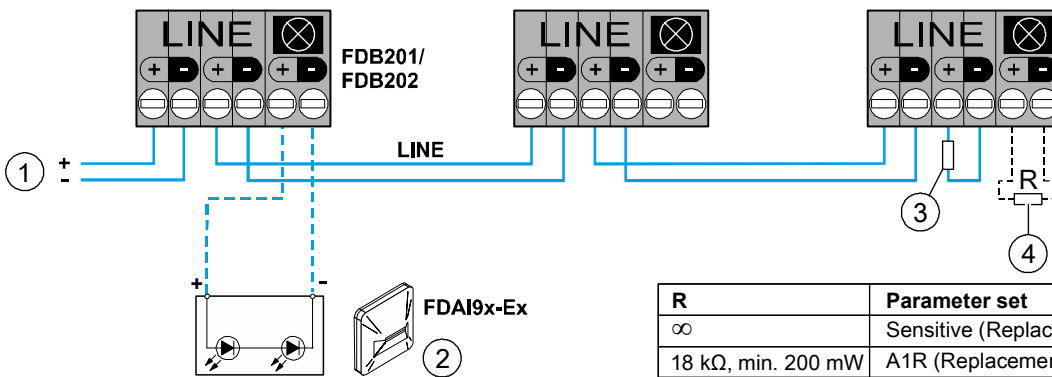

**Fig. 4**
- C-NET-Ex: See Fig. 4
- C-NET-Ex: Siehe Fig. 4